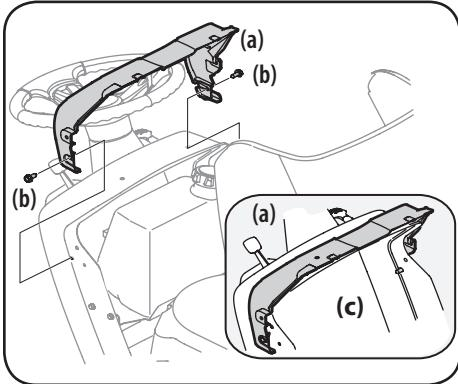

Figura 2-21
- Si la cubierta del tablero (a) se envía suelto, el hardware para la fijación de la cubierta guión (a) se envía instalado en el tablero de instrumentos (c). Retire los dos tornillos (B) del guión (c). Vea la Figura 2-21.
- Montar la cubierta del tablero (a) y alinee los orificios de montaje. Vea la Figura 2-21.
- Fijar la cubierta de tablero (a) el guión (c) con los tornillos (B) retirados en el paso 1. Consulte la Figura 2-21.